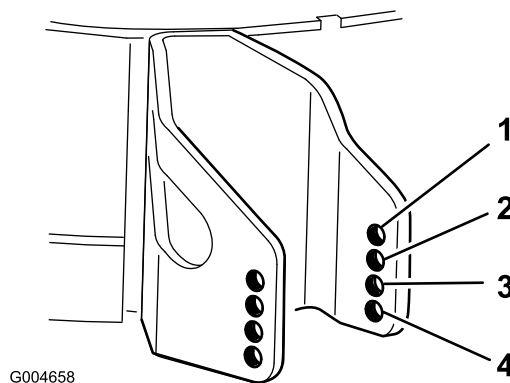

Figure 19
- Choisissez le trou qui convient pour que le galet anti-scalp se trouve le plus près possible de la hauteur de coupe correspondante voulue (Figure 19).